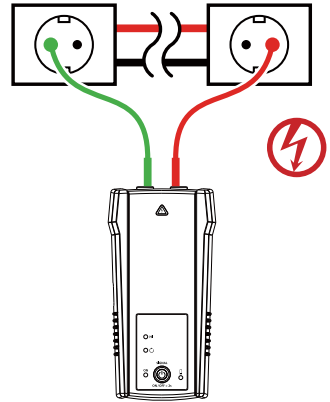

Figura 3.1a: Conexión adecuada con conexión neutra independiente
2. Con los accesorios de terminales de prueba suministrados, conecte el terminal de prueba rojo al cable que se rastreará (energizado o desenergizado). En el caso de receptáculos, asegúrese de conectar el terminal de prueba al cable de línea/fase. Para los sistemas energizados, la señal SOLO se transmitirá únicamente entre el lado de carga al que está conectado el transmisor y la fuente de alimentación. (Consulte la Figura 3.1a).